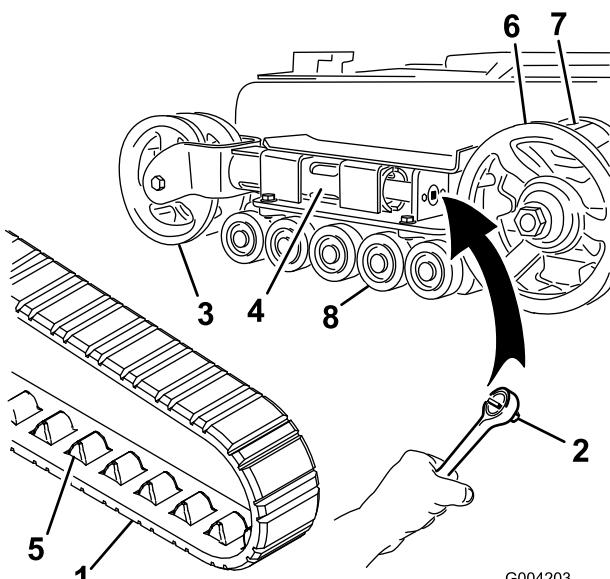

Figura 46
4. Utilizzando una chiave a tubo da 1/2 pollice (Figura 46), girare la vite di tensione in senso antiorario fino a portare la distanza tra il dado di tensione e la parte posteriore del tubo di tensione (Figura 44) a 7 cm.
4. Utilizzando una chiave a tubo da 1/2 pollice, scaricare la tensione girando la vite di tensione in senso orario (Figura 45 e Figura 46).
5. Spingere la ruota di tensione verso il retro dell'unità in modo da spostare il tubo della forcella contro il telaio (Figura 46) (se non riesce a toccare il telaio, continuare a girare la vite di tensione fino ad ottenere il contatto).
7. Dopo avere liberato il cingolo dalla ruota di tensione, toglierlo dalla ruota conduttrice e dalle ruote non motrici (Figura 46).
8. Avvolgere il nuovo cingolo iniziando dalla ruota conduttrice e controllando che i denti del cingolo si alloggino tra i distanziali della ruota stessa (Figura 46).
9. Spingere il cingolo sotto e tra le ruote non motrici (Figura 46).